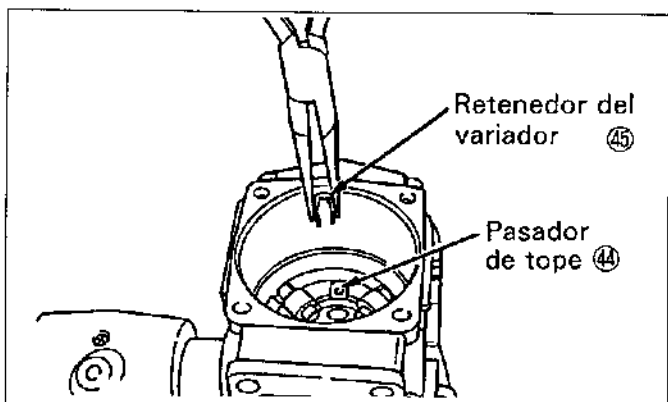

Figura.12-19 Extracción del pasador de tope
(1) Extraiga cuidadosamente el retenedor del variador ④⑤ y el pasador de tope ④④ con unas tenacillas. (Vea la figura.12-19)